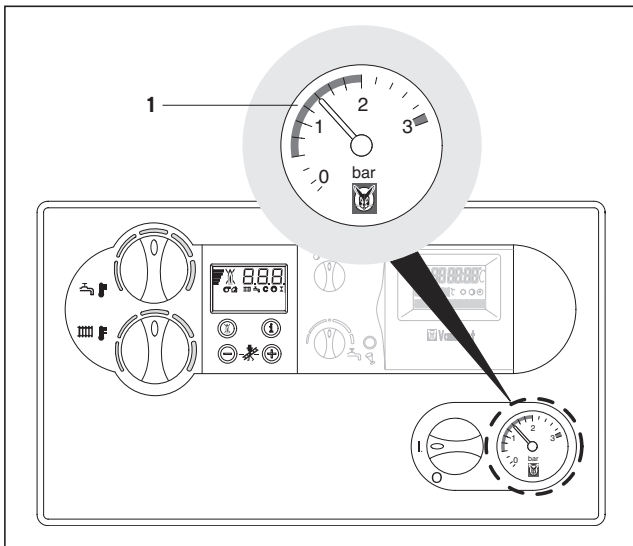

Fig. 3.5 Controlul nivelului apei
3.2.2 Controlul nivelului apei (fig. 3.5)
- Controlați nivelul apei (presiunea de admisie) în instalație pe manometru (1).